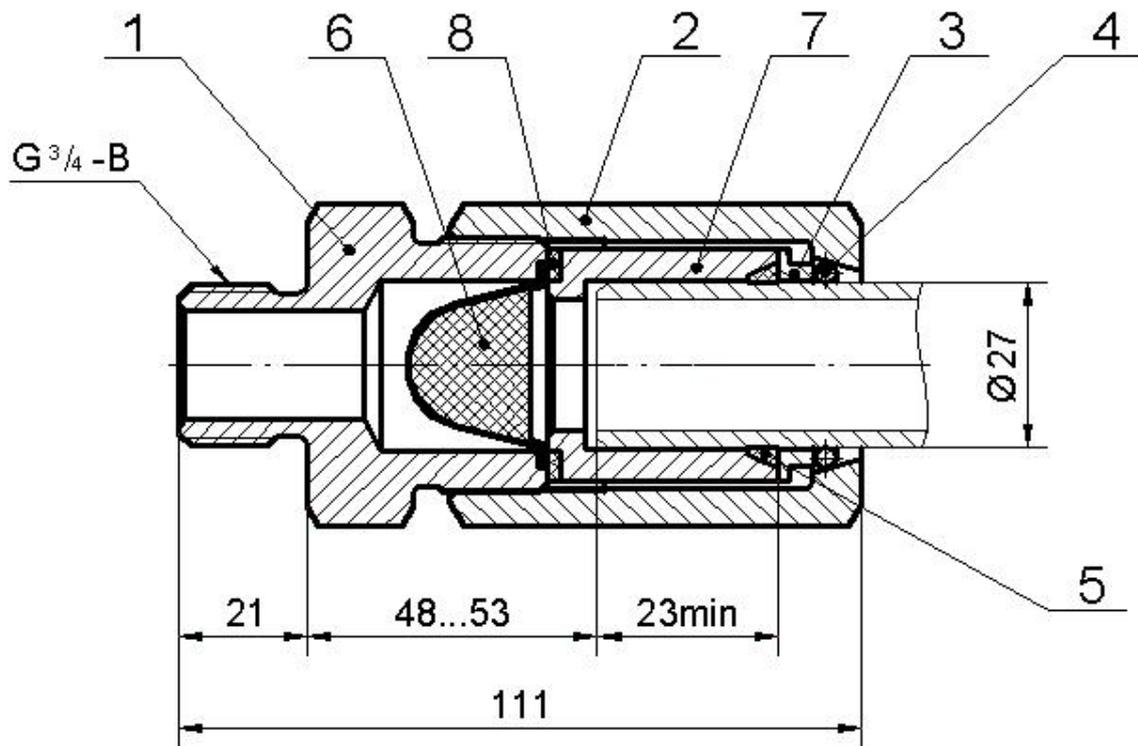

Рисунок 1
1.3.1 Соединения безрезьбовые состоят из следующих основных деталей (рисунок 1- 7): 1 – штуцера (ниппеля или корпуса), 2 – гайки накидной, 3 – шайбы, 4 – кольца, 5 – кольца уплотнительного. В состав изделия 4370 также входят следующие единицы и детали: 6 – колпачок, 7 – ниппель, 8 – прокладка. В состав 4375 - 01 входит 9 – ниппель 4378, предназначенный для соединения тройника с разобщительным краном.